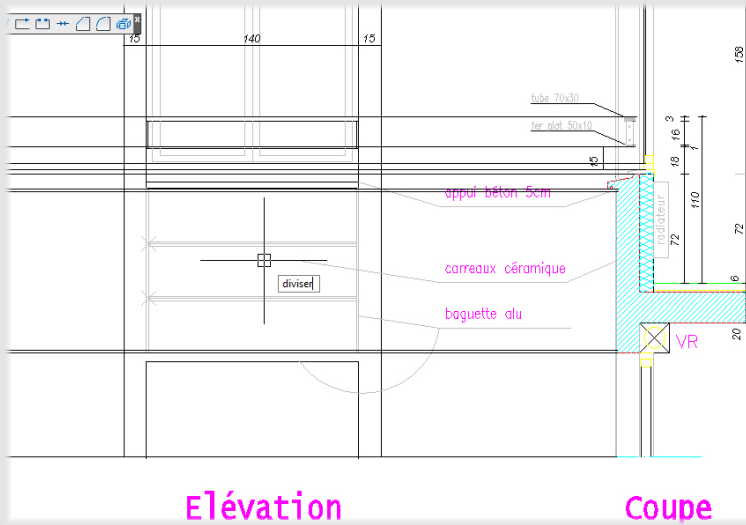

Figure 32
10. Une fois les lignes d'aide décalées, revenons à l'outil Diviser (voir Figure 32).